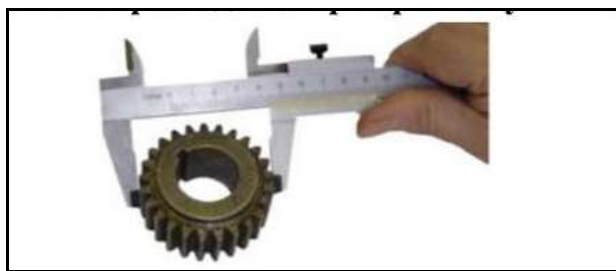

Рис.49 Определение диаметра вершин зубьев колеса
1. Штангенциркулем измерить диаметр вершин зубьев колеса - d_a (рис. 49);